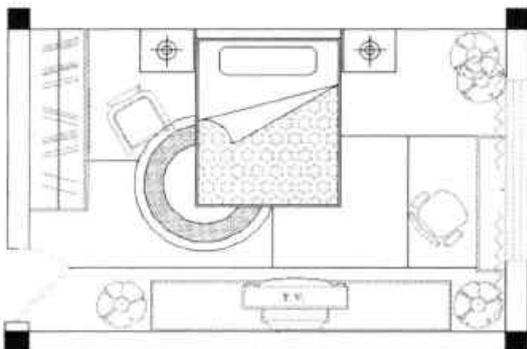

图7-85 划分卧室区域
Step19 执行“直线”命令，将卧室区域划分成几个小块，如图 7-85 所示。